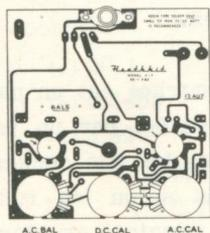

Fig. 1
**Méthodes de fabrication.** Plus d'un procédé a été employé jusqu'à présent pour déposer la couche métallique sur le panneau de substance isolante. Le plus utilisé est le découpage d'une surface de cuivre déposé sur une lame de phénol. Après que le métal est déposé sur le panneau, il est soumis à un procédé d'imprimerie qui fixe en place juste les parties désirées. Ensuite, la partie métallique non protégée par le procédé d'imprimerie est enlevée, et il n'y reste que les conducteurs dont la figure 1 donne un exemple.
Le panneau qui contient le circuit du nouveau VTVM de Heath ne mesure que 4" x 4". Dans cet espace compact, le manufacturier a pourtant réussi à grouper deux lampes miniature (6AL5 et 12AU7), un rectificateur sélénium, un transformateur de pouvoir, trois résistances variables, un condensateur électrolytique, une lampe pilote, 13 résistances de 0.5 watt, et 4 condensateurs dont les capacités varient entre 0.005 mfd et 0.02 mfd. Pour ces derniers, les nouvelles découvertes ont été également mises à profit; on utilise des condensateurs en céramique, chacun n'étant pas plus grand qu'une pièce de 10 sous. La figure 2 vous présente en perspective le revers du panneau montré à la figure 1.